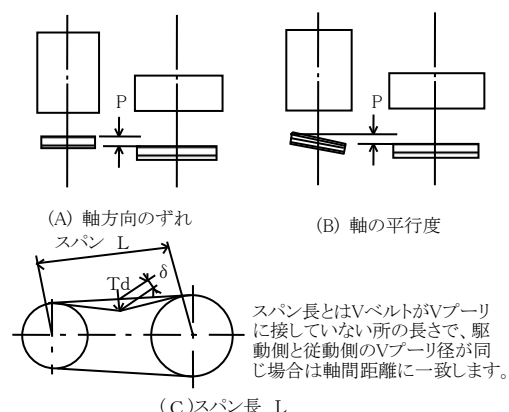
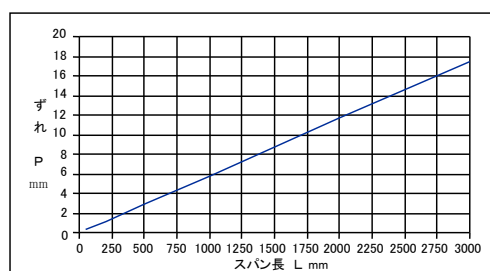
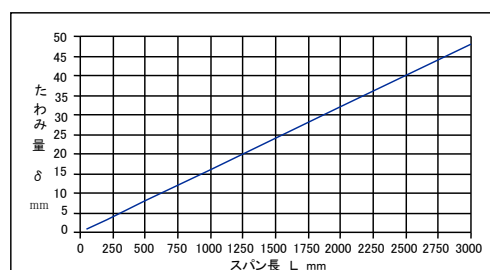

図 12 Vプーリの芯出し
図 13 Vプーリのずれ許容寸法 (P mm)
図 14 Vベルトの必要たわみ量 (δ mm)
- (1) ファンは工場で正しく心出し調整して出荷していますが、据付終了後再調整してください。
- (2) Vプーリのミスアライメントは、Vベルトの寿命を縮める要因になりますので正確に調整をしてください。ミスアライメントには、Vプーリの軸方向のずれと軸の平行度の2つが含まれます。図12 (A) が軸方向のずれで、同図 (B) が軸の平行度です。それぞれのずれの許容寸法 (P mm) は、同図 (C) に示されるVプーリ間のスパン長 (L mm) により、図13に示された値以下といたします。Vベルトを張った後で許容寸法を確認してください。ずれPは、極力小さく調整してください。
- (3) Vベルトは、取付張力が不足するとスリップが発生しやすくなり、Vベルトの寿命に影響を与えます。また張力が高すぎるとVベルトの寿命を縮めるだけでなく、軸荷重が過大になり、軸受の寿命を縮めます。Vベルトの張り調整は次の手順により行います。
- ・たわみ量 (δ mm) はスパン長 (L mm) をはかり、図14より求めます。